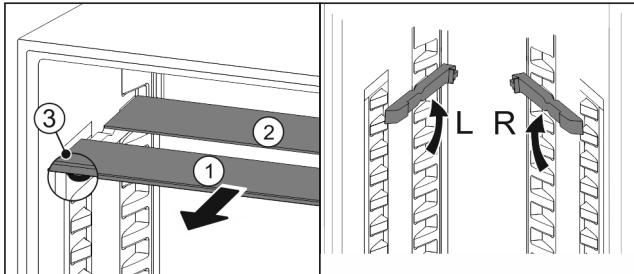

Fig. 76
- Посуньте Fig. 76 (1) скляну панель вперед.
- Скляна панель Fig. 76 (1) з декоративною планкою лежить спереду.
- ▷ Стопори Fig. 76 (3) показують вниз.